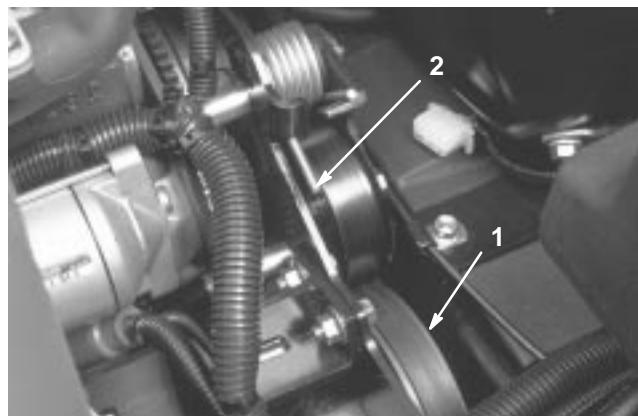

Figure 50
2. Appuyez sur l'extrémité du ressort (Fig. 50) et poussez-la vers l'avant pour décrocher le ressort du support et le détendre.